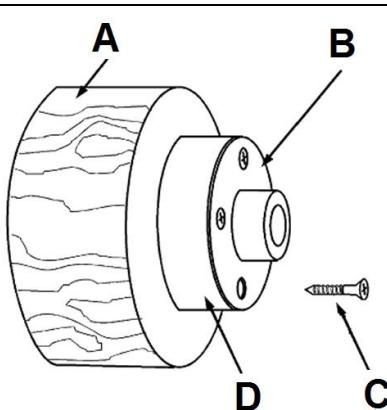

Fig 17
Befestigen Sie das Werkstück (A, Fig 17) mit 4 Messing-Holzschrauben (C) direkt an der Aufspanscheibe. Seien Sie vorsichtig bei der Schraubenwahl. Zu lange Schrauben ragen in den Zerspanungsbereich und zu kurze ergeben keine sichere Aufspannung.